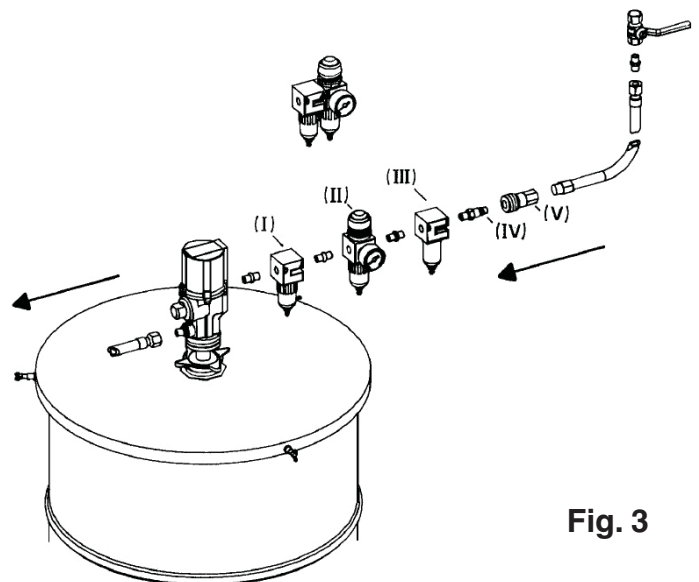

Fig. 3
Installation using a compressed air treatment unit is recommended. In order to improve the efficiency of the pump, under extreme conditions, the installation of a lubricator is also recommended. ATTENTION: The pumps air entry pressure must be limited to 10 bar -140 psi maximum. If necessary, a pressure regulator must be installed. In case you mount these elements on a separate basis, the order is indicated on Fig. 3: The lubricator (I) must be placed as close as possible to the air inlet (1/4" FNPT), followed by the pressure regulator (II) and finally, the filter (III). In the case of pumps not installed on wall support it is very important to equip the pump's air inlet with an adaptor for quick coupling (IV) and the air inlet hose with a quick connector (V). NOTE: Make sure all joints and screwed unions are tight.
Se recomienda su instalación utilizando una unidad de tratamiento de aire comprimido (filtro y regulador (A6450)). Con el fin de mejorar la eficiencia de la bomba, bajo condiciones extremas de uso, se recomienda también la instalación de un lubricador (A6430). ATENCIÓN: La presión de entrada del aire comprimido a la bomba deberá limitarse a un máximo de 10 barios - 140 psi. Si es necesario, deberá instalarse un regulador de presión. En caso de que usted instale estos elementos separadamente, el orden de su instalación se indica en la Ilustración 3. El lubricador (I) deberá colocarse lo más cerca posible a la entrada de aire (1/4 pulg FNPT), seguido del regulador de presión (II) y finalmente del filtro (III). (El modelo A6450 es una unidad combinada con un filtro y regulador.) En caso de que la bomba no se instale en un soporte en el muro es importante equipar la entrada de aire comprimido de la bomba con un adaptador para su acoplamiento rápido (IV) y la manguera de aire comprimido con un conector a presión (V). NOTA: Asegúrese que todas las uniones y uniones roscadas estén firmemente apretadas.
L'utilisation d'un dispositif de traitement d'air comprimé (filtre et régulateur [A6450]) est recommandée. Pour améliorer l'efficacité de la pompe dans les conditions extrêmes, il est également recommandé d'installer un lubrificateur (A6430). ATTENTION. - La pression d'admission de l'air comprimé ne doit pas dépasser 10 bar (140 psi). Le cas échéant, installer un régulateur de pression. En cas de montage de ces éléments, la séquence d'installation doit être conforme aux indications de la figure 3 : Le lubrificateur (I) doit être placé aussi près que possible de l'admission d'air comprimé (1/4 de pouce FNPT) et doit être suivi par le régulateur de pression (II) et, finalement, par le filtre (III). (Le modèle A6450 est un dispositif combiné filtre-régulateur.) Si la pompe n'est pas installée sur une console murale, il est très important d'équiper son entrée d'air comprimé d'un adaptateur à branchement rapide (IV) et d'équiper l'arrivée d'air comprimé d'un raccord à branchement rapide (V). NOTA. - Veiller à ce que tous les joints et les raccords-unions à visser soient bien serrés.